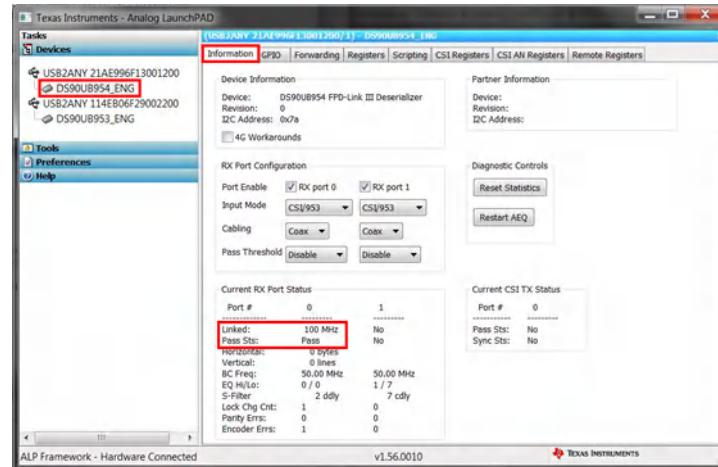

图 3-38. 在 ALP 中验证 DS90UB954 (或变体) 的“Pass”和“Lock”
5. 通过检查“Pass Sts:”是否显示“Pass”以及“Linked”是否具有图 3-38 中所示的频率，确保器件设置正确。此外，确保 DS90UB954EVM (或变体) 上的 D3 (标记为 “Lock”) 和 D15 (标记为 “Pass”) 已点亮。